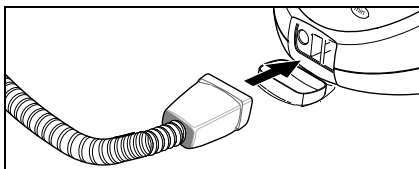

Fig. 5
- Introduceți fișa pentru abur (C7) și fixați-o în priză aparatului (A1). Astfel, cele două blocatoare ale fișei pentru abur trebuie să intre în capacul prizei aparatului (vezi fig. 5).